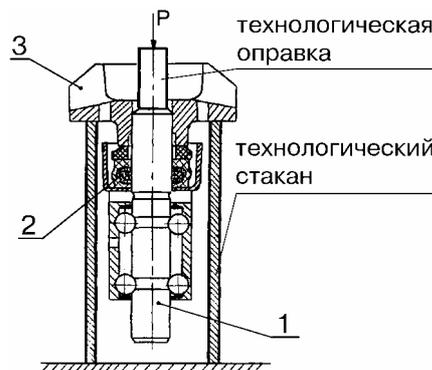

Рис. 11. Выпрессовка валика из крыльчатки
- выпрессовать валик 1, рис.11, из крыльчатки 3 и снять сальник 2 водяного насоса, (технологический стальной стакан с наружным диаметром 50 мм, внутренним – 44 мм и высотой 115 мм, технологическая оправка диаметром 14 мм и длиной 120 мм, пресс типа 2135 ГАРО).